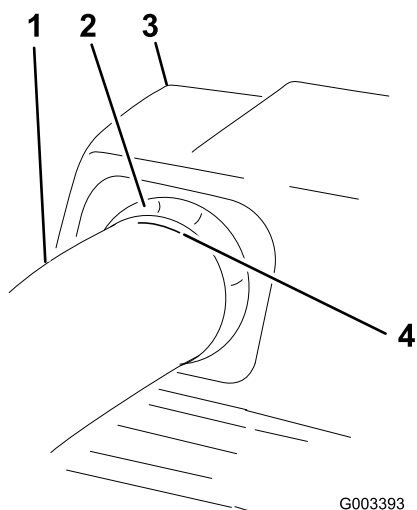

Figura 22
6. Lorsque la distance est correcte, tracez un repère à l'extérieur du tube supérieur à l'endroit où le joint en caoutchouc dépasse (Figura 22).
Vérifiez que le repère de la Figura 22 est à la même position.